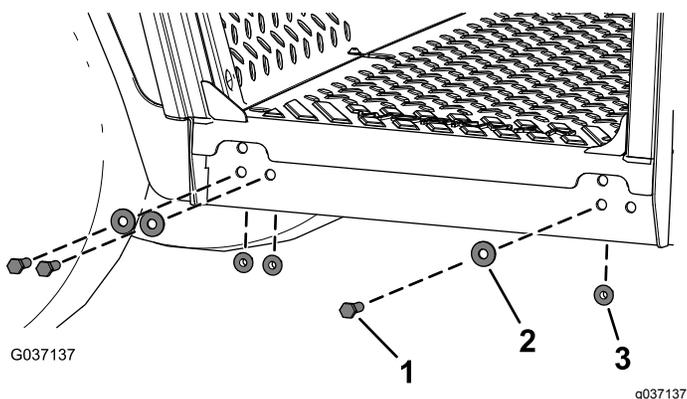

**Рисунок 11**
5. Поднимите раму кабины, используя точки подъема, и поместите ее на автомобиль (Рисунок 11).